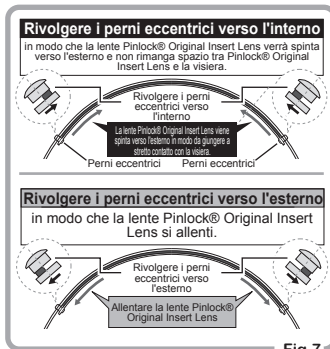

Fig.7
- ① Rimuovere la visiera dal casco e staccare la lente Pinlock® Original Insert Lens dalla visiera.
- ② Regolare i perni eccentrici facendoli ruotare con un attrezzo adeguato. (Fig. 7)
- ③ Inserire Pinlock® Original Insert Lens di nuovo sulla visiera. Controllare che tra Pinlock® Original Insert Lens e la visiera non sia rimasto dello spazio una volta fissata la visiera sul casco. In caso vi sia dello spazio si prega di ripetere le stesse fasi.